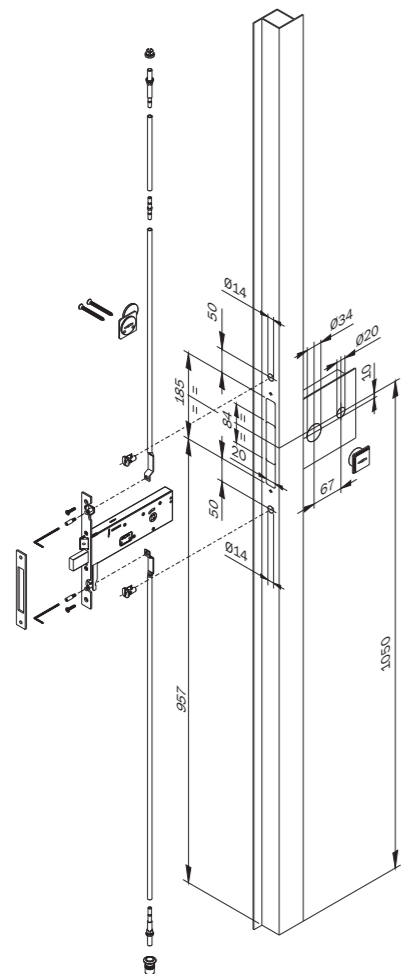

Fig. A1
- 1) Eseguire le lavorazioni per la serratura e i 2 fori Ø 14 per le boccole guida aste. Fig. A1/A2.
- 1) Perform the work for the lock and the 2 Ø 14 holes for the rod guide bushes, Fig. A1/A2.
- 1) Exécuter les travaux de préparation de la serrure ainsi que les 2 trous Ø 14 pour les anneaux guide de tringle Fig. A1/A2.
- 1) Efectuar las operaciones necesarias para preparar la cerradura y los 2 agujeros Ø 14 para los bujes guía varillas Fig. A1/A2.